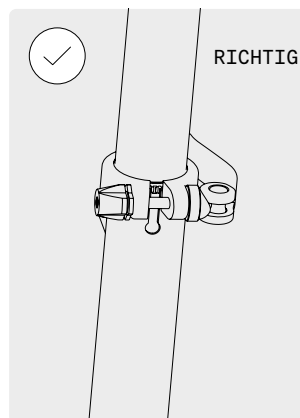

ABB. 33
- Achten Sie darauf, die Sattelstütze nicht über die MIN /MAX-Markierung aus dem Sattelrohr herauszuziehen (Abb. 33, 34).